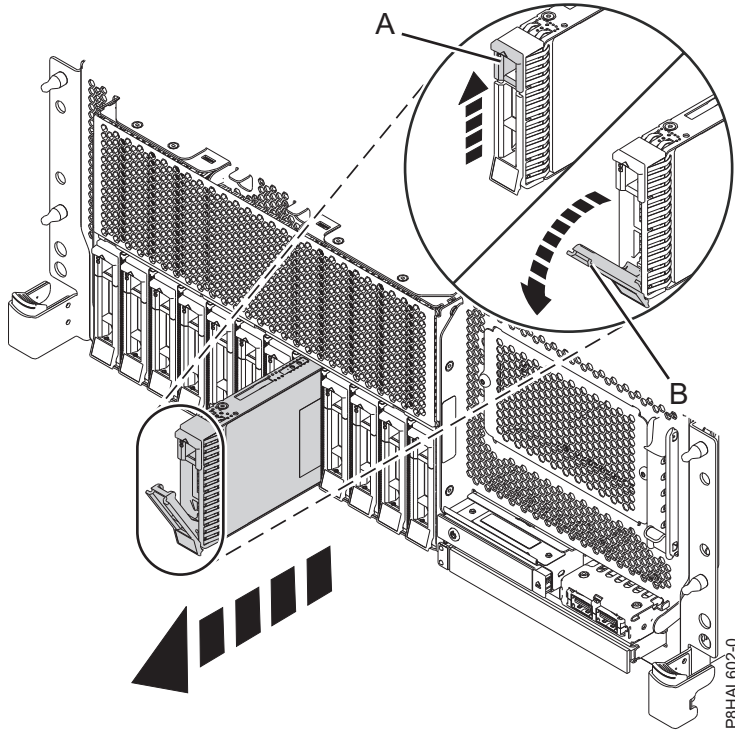
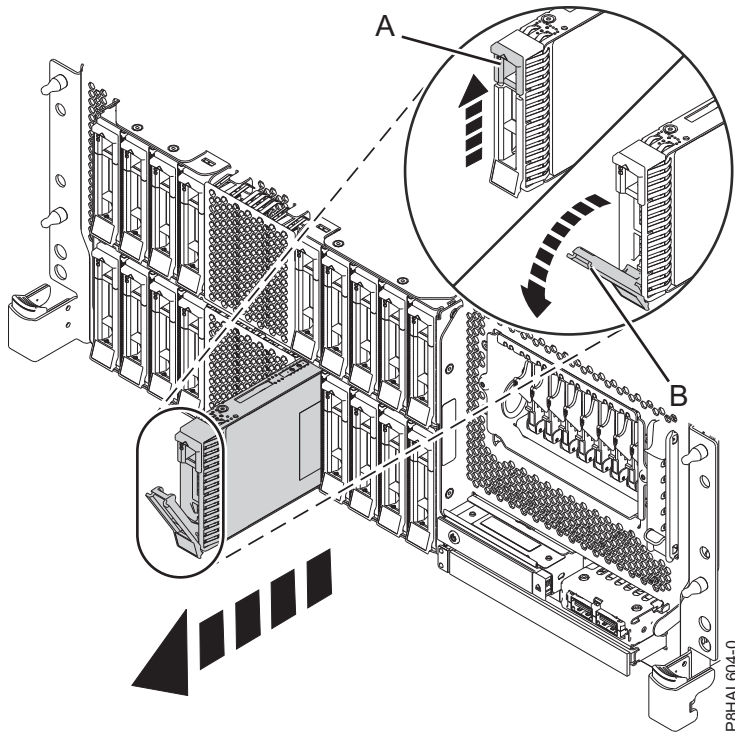
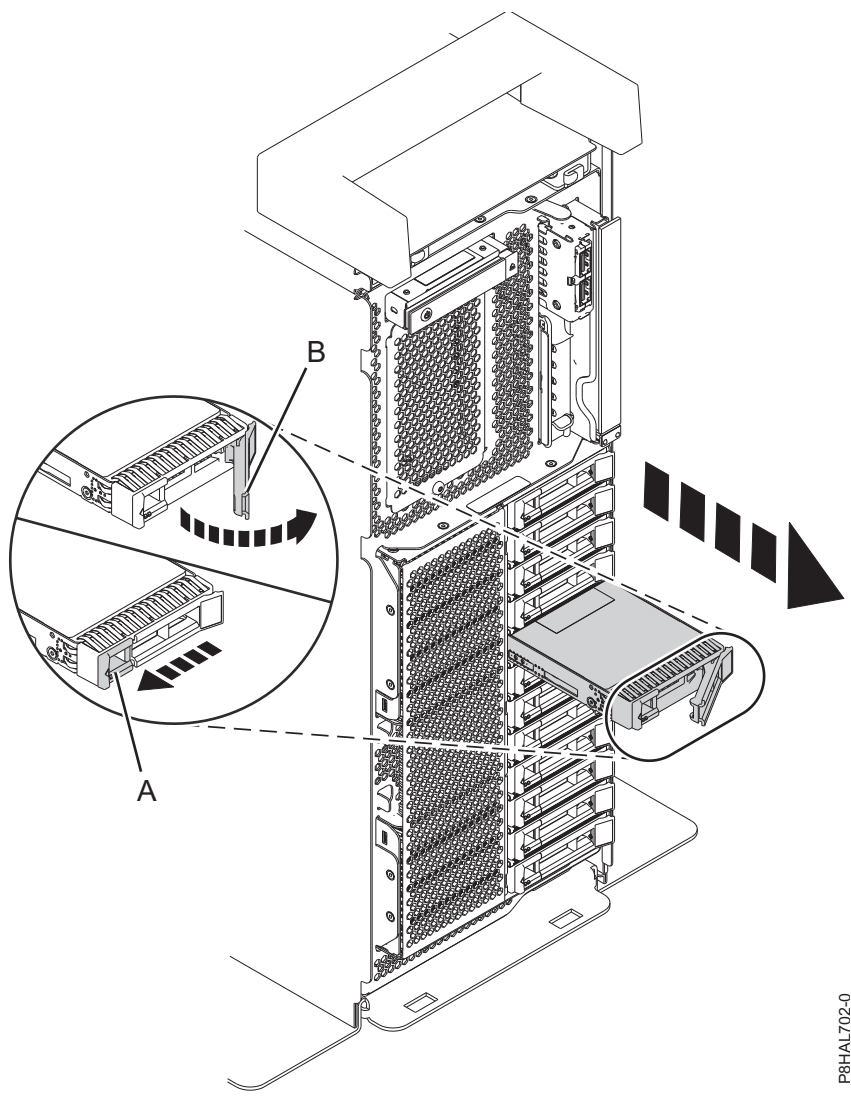
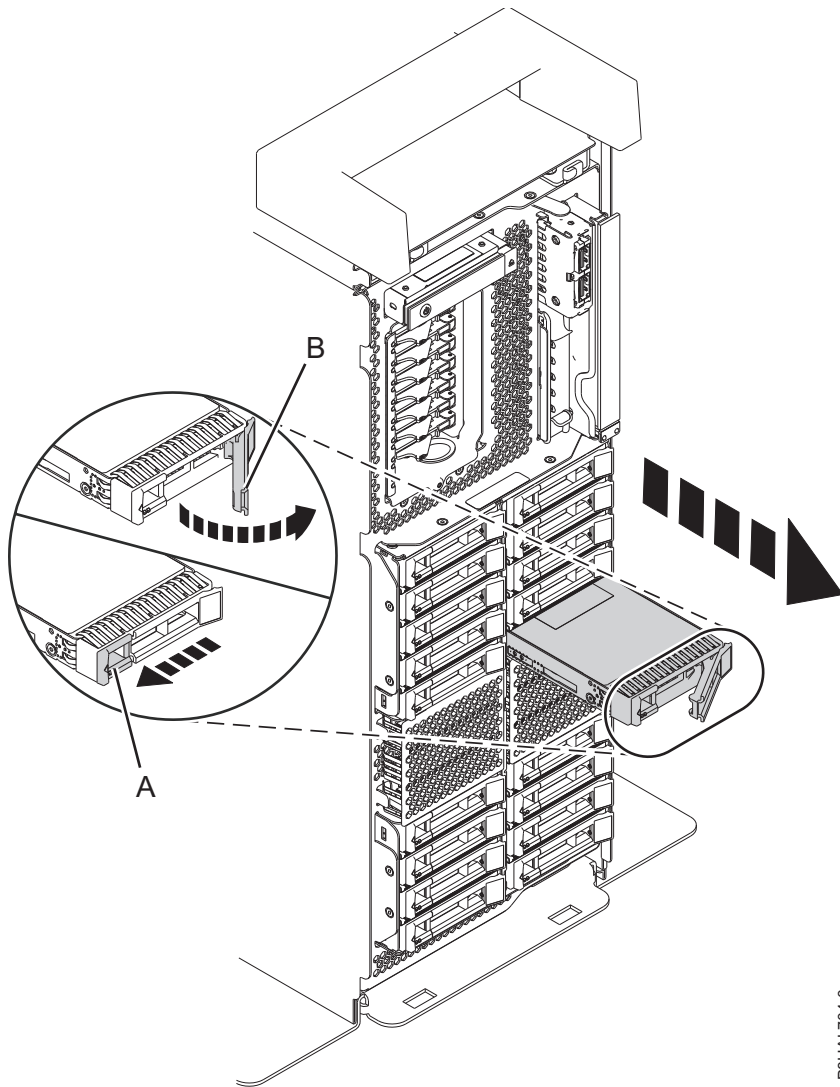

Figura 87. Extracción de una unidad de disco de un sistema de función base montado en bastidor
Figura 88. Extracción de una unidad de disco de un sistema de función ampliada montado en bastidor
Figura 89. Extracción de una unidad de disco de un sistema autónomo de función base
Figura 90. Extracción de una unidad de disco de un sistema autónomo de función ampliada
4. Cuando se encienda el LED de identificación con una luz fija, desbloquee el asa de la bahía de unidad (**B**) presionando el pestillo del asa (**A**) y tirando de él hacia usted, como se muestra en la Figura 87 en la página 100, Figura 88 en la página 100, la Figura 89 en la página 101 y la Figura 90 en la página 102. Si el asa no está extendida del todo, la unidad de estado sólido no se puede deslizar hacia fuera del sistema.